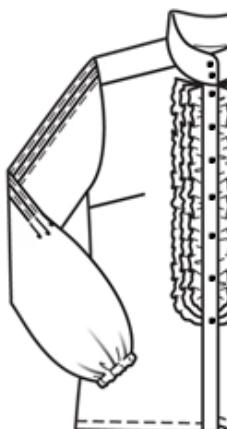

Рисунок 1 – Фрагмент блузки. Обработка полочки
**Второй этап:** Моделирование фрагмента заданной модели «**Обработка полочки**» (стр. 7, рис. 1) в натуральную величину и изготовление лекал
**Третий этап:** Изготовление (пошив) образца фрагмента заданной модели (стр. 7, рис. 1) женской блузки.
1) Внешний вид фрагмента заданного изделия должен полностью соответствовать техническому рисунку модели и художественно-техническому описанию (стр. 3, табл.1) и рисунку фрагмента (стр. 7, рис. 1).